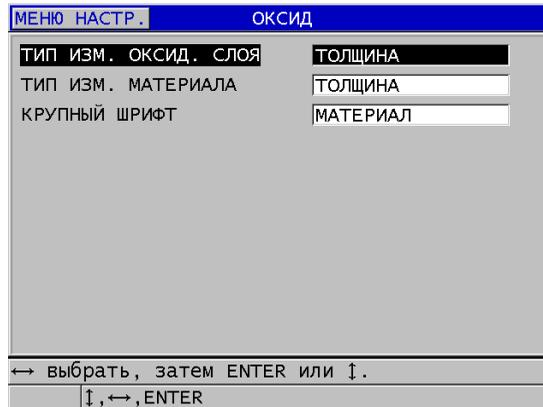

Рис. 7-2 Окно ОКСИД
9. В окне **ОКСИД** (см. Рис. 7-2 на стр. 112):